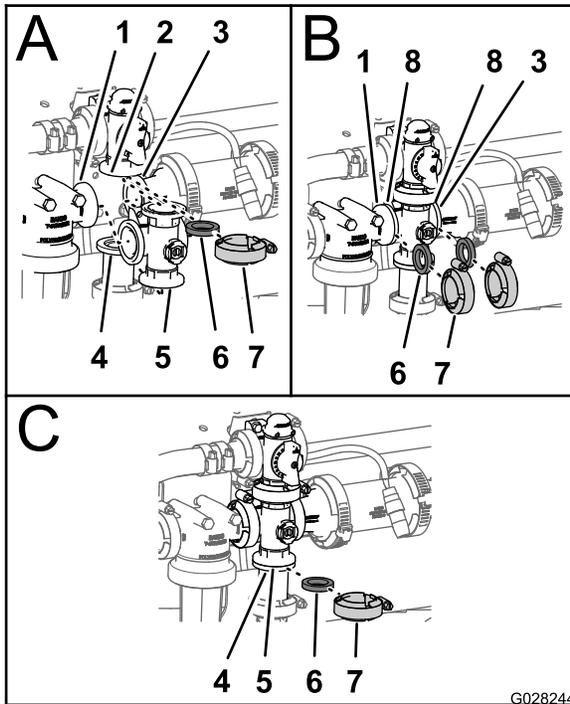

Bild 121
1. Fluchten Sie den Flansch des Rührwerksicherheitsventils, eine Dichtung und den Flansch des Endkappen-Anschlussstücks des Rührwerkventilverteilers aus (Bild 121).
2. Montieren Sie das Rührwerksicherheitsventil, die Dichtung und den Rührwerkventilverteiler mit einer Klemme und ziehen sie mit der Hand an (Bild 121).
3. Fluchten Sie eine Dichtung zwischen den Flanschen des Druckfilterkopfes und dem Rührwerkventilverteiler aus (Bild 121).
4. Befestigen Sie den Druckfilterkopf, die Dichtung und den Rührwerkventilverteiler mit einer Klemme und ziehen sie mit der Hand an (Bild 121).
5. Fluchten Sie eine Dichtung zwischen den Flanschen des Rührwerkventilverteilers und der Reduzierkupplung aus (Bild 121).
6. Befestigen Sie den Rührwerkventilverteiler, die Dichtung und die Reduzierkupplung mit einer Klemme und ziehen sie mit der Hand an (Bild 121).
7. Fluchten Sie eine Dichtung zwischen den Flanschen des Rührwerkventilverteilers und dem Adapteranschlussstück für das Rührwerkdröselventil aus (Bild 121).
8. Befestigen Sie den Rührwerkventilverteiler, die Dichtung und das Adapteranschlussstück mit einer Klemme und ziehen sie mit der Hand an (Bild 121).